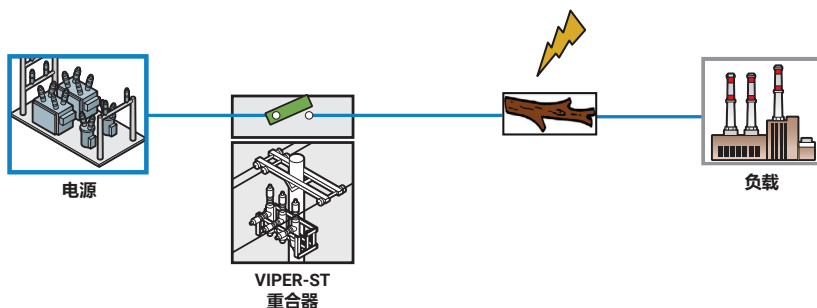

图 1：独立式 Viper 重合器因故障跳闸
2. Viper-ST 重合器开始重合序列并跳开，如图 1 所示